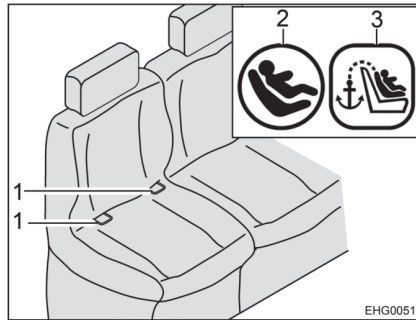
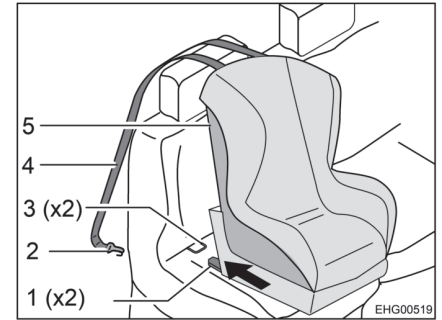

Fig. 14 Asiento con ISOFIX
Fig. 15 Fijación con Top Tether
- Dejar que los brazos de enganche (Fig. 15,1) engatillen en los puntos de anclaje (Fig. 14,1 y Fig. 15,3). En esto, se deberá oír un clic distintivo.
- Con un fuerte tirón controlar si el asiento infantil (Fig. 15,5) está firmemente fijado.
- Pasar la correa Top Tether (Fig. 15,4) sobre el reposacabezas del asiento del vehículo.
- Enganchar el gancho de fijación (Fig. 15,2) en el punto de anclaje en el lado trasero del asiento del vehículo.